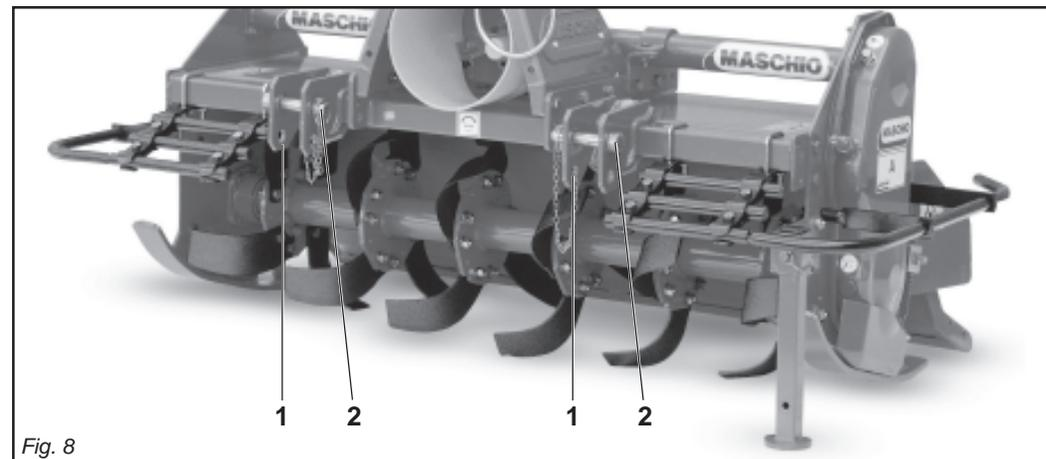

Fig. 8
In base alle dimensioni specifiche di questi 2 tipi di attacchi dei trattori è necessario determinare la posizione più favorevole della macchina spostando opportunamente sul tubo quadro le piastre (1 Fig. 8) e inserendo i perni (2 Fig. 8) nei fori corrispondenti al giusto diametro delle parallele del trattore.
Depending on the precise dimensions of these two types of hitches, find the best position for the machine by moving the plates (1 Fig. 8) along the square tubular and inserting the pin (2 Fig. 8) in the holes corresponding to the correct diameter for the tractor's parallel arms.
En fonction des dimensions spécifiques de ces deux types d'attelages des tracteurs il faut déterminer la position la plus favorable de la machine en déplaçant, sur le tube carré, les plaques (1 Fig. 8) et introduire les axes (2 Fig. 8) dans les trous correspondant au bon diamètre des parallèles du tracteur.
Der Anbau der Maschine am Schlepper erfolgt nur dann, wenn die Maschine am Boden steht, und zwar auf ebenem Gelände. Alle Maschinen können an jedem beliebigen Schlepper mit Universal-Dreipunktaufhängung der 1. und 2. Kategorie angebaut werden. Aufgrund der spezifischen Abmessungen dieser beiden Schlepperanschlüsse kann man die günstigste Position der Maschine festlegen, indem man die Platten (1 Abb. 8) auf dem Vierkantröhr verschiebt und die Bolzen (2 Abb. 8) in die entsprechenden Bohrungen mit dem richtigen Durchmesser auf dem Schleppergestänge einsteckt.
La conexión de la máquina al tractor debe realizarse con la máquina adherente al suelo y en un terreno llano. Todas las máquinas pueden ser adaptadas a cualquier tractor dotado de enganche universal de tres puntos de 1ª y 2ª categoría. En relación a las dimensiones específicas de estos dos tipos de enganche de los tractores hace falta determinar la posición más favorable de la máquina desplazando oportunamente en el tubo cuadrado las placas (1 Fig. 8) e introduciendo los pernos (2 Fig. 8) en los orificios correspondientes al correcto diámetro de las paralelas del tractor.
Le piastre (1 Fig. 8) vanno montate sempre e solo come mostrato in Fig. 8 con i fori posizionati anteriormente al tubo quadro.
- 1) Accostare le parallele del sollevatore ponendole all'interno delle piastre (1 Fig. 8), inserire il perno (2 Fig. 8) nel foro predisposto e bloccare con le copiglie a scatto.
The plates (1 Fig. 8) must always and only be mounted as shown in Fig. 8 with the holes towards the front of the square tubular.
- 1) *Near the lift bars, setting them in the most suitable plates (1 Fig. 8). Insert the pin (2 Fig. 8) into the relative hole and lock in place with the snap-in split pins.*
Les plaques (1 Fig. 8) doivent obligatoirement être montées comme illustré dans la Fig. 8 en utilisant les trous placés à l'avant du tube carré.
- 1) Approchez les barres du relevage en les plaçant à l'intérieur des plaques les plus appropriées (1 Fig. 8), introduisez l'axe (2 Fig. 8) dans le trou correspondant et bloquez par les goupilles à encastrement.
Die Platten (1 Abb. 8) dürfen nur und ausschließlich so montiert werden, wie es in Abb. 8 gezeigt ist, nämlich mit den Bohrungen, die vor dem Vierkantrohr angeordnet sind. Der Hersteller haftet nicht für die Beschädigung der Maschine oder des Schleppers infolge der Nichtbeachtung dieser Angabe.
- 1) *Die Lenker des Krafthebers annähern und in die am besten geeigneten Platten schieben (1 Abb. 8). Den Bolzen (2 Abb.8) in das Loch stecken und mit dem einrastenden Splint blockieren.*
Las placas (1 Fig. 8) deben ser montadas siempre y solamente según lo indicado en la Fig. 8 con los orificios posicionados delante del tubo cuadrado. La firma constructora no es responsable de rupturas en la máquina o en el tractor originadas por falta de respeto de esta indicación.
- 1) Acercar las barras del elevador poniéndolas dentro de las placas más indicadas (1 Fig. 8), introducir el perno (2 Fig. 8) en el orificio y bloquear con los pasadores de resorte.